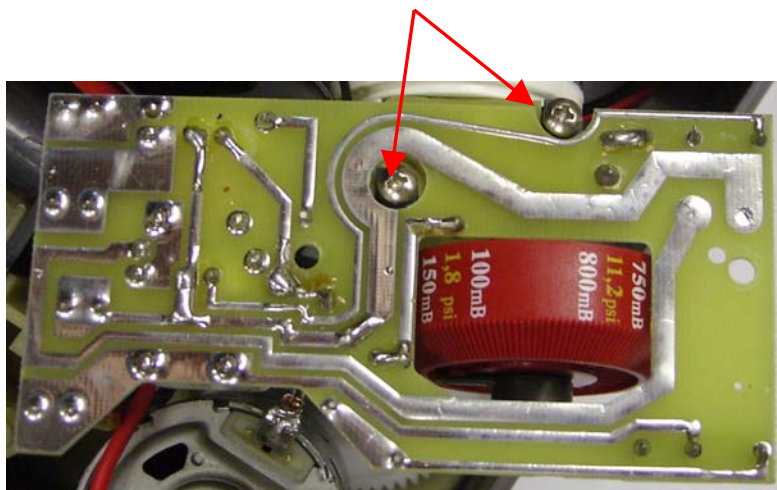

Рис.4
5. Если этого не произошло – необходимо заменить электрическую плату. Для этого отсоединяем ее от проводников (запишите какой провод был соединен с каким контактом), демонтируем датчик давления, открутив два самореза (рис. 4).